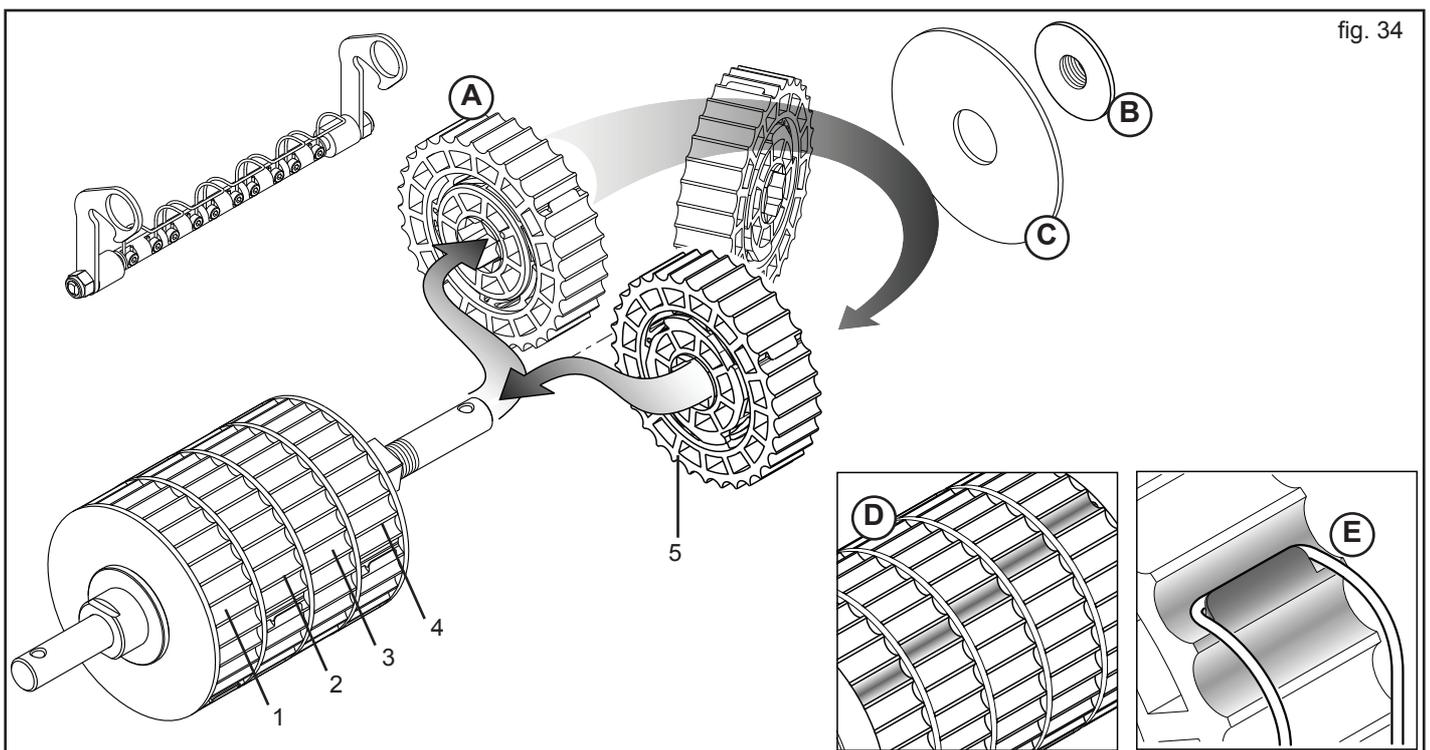

fig. 34
Vorausgesetzt, dass jedes Element (A, Abb. 34) 20% der gesamten Dosierrolle verteilt, können die arbeitenden Elemente erhöht werden, um die Drehgeschwindigkeit des Getriebes zu reduzieren und um dadurch eine gleichmäßigere Produktstreuung zu erhalten.
Nach dem Abbau der Dosierrolle von dem Gerät ist der Kugelgriff (B, Abb. 34) mit dem beigeestellten Schraubenschlüssel abzuschrauben und dann ist die Feststellnutmutter (C) zu entfernen. Das ausgeschlossene Element oder die ausgeschlossenen Elemente abziehen und um 180° gedreht wieder anbringen, wobei die korrekte Position der einzelnen Elemente einzuhalten ist (1-2-3-4-5, Abb. 34).
Beim Anbringen der Elemente ist derart vorzugehen, dass die Kehlen der aktiven Elemente bei der Arbeit zueinander verschoben sind (D, Abb. 34), um eine kontinuierliche Streuung zu gewährleisten.
Das Reinigungselement in der Arbeitsposition festspannen und sicherstellen, dass die Federn an den entsprechenden, auszu-schließenden Elementen (E, Abb. 34) befestigt sind, um deren Drehung und folglich die Streuung zu verhindern.